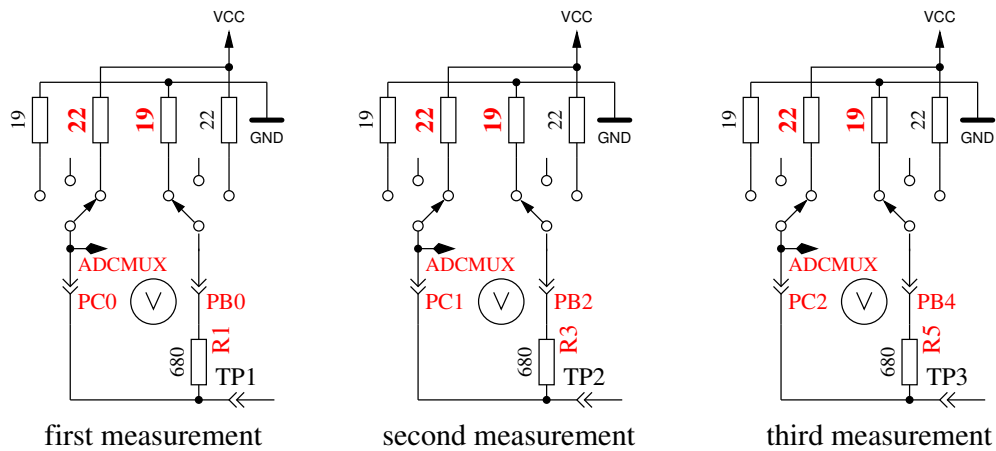

Abbildung 5.46: Messung des Innenwiderstandes des auf VCC geschalteten Port-C-Ausgängen.
9. **Messung des Innenwiderstandes von auf VCC geschalteten Port-Ausgängen.** Der benötigte Strom wird von auf GND geschalteten 680Ω-Widerständen geliefert. Es ist die gleiche Messung wie die in Test 8 zur anderen Seite, wie in Abbildung 5.46 gezeigt wird. Der Innenwiderstand wird wie folgt berechnet: Um den Strom zu berechnen: $(5001 - (\text{Ergebnis von Test 8}) - (\text{Ergebnis von Test 9})) / 680$. Die Widerstandswerte ergeben sich, wenn die gemessene Spannung durch diesen Strom dividiert wird. Der gefundene Mittelwert der Innenwiderstände der Ausgabe-Ports wird im EEPROM festgehalten. Das Ergebnis für diesen Test wird dann in Zeile 1 mit dem Text „RI_Hi=“ in Ω angezeigt, der Innenwiderstand zur GND-Seite wird in Zeile 2 mit dem Text „RI_Lo=“ angezeigt. Diese Werte stehen dann für weitere Messungen zur Verfügung.